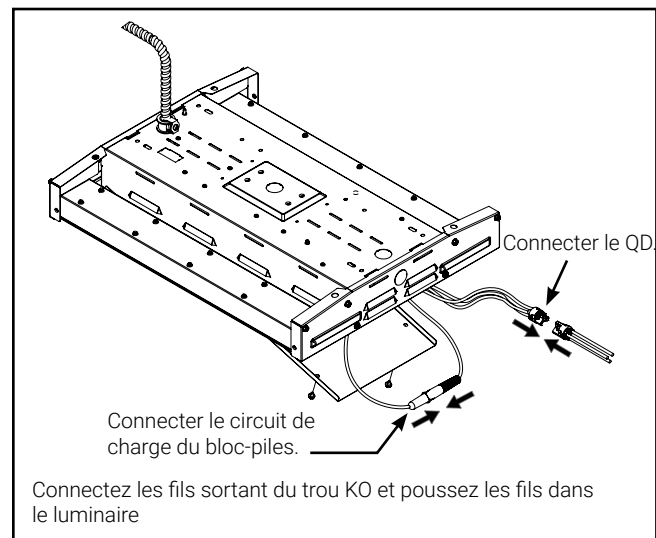

Figure 2.
3. Connecter l'entrée du c.a. au luminaire par le port 3 (s'il en a un), pour inclure le circuit sans interrupteur pour le bloc-piles. Respecter le code pour le filage. (Figure 2.)